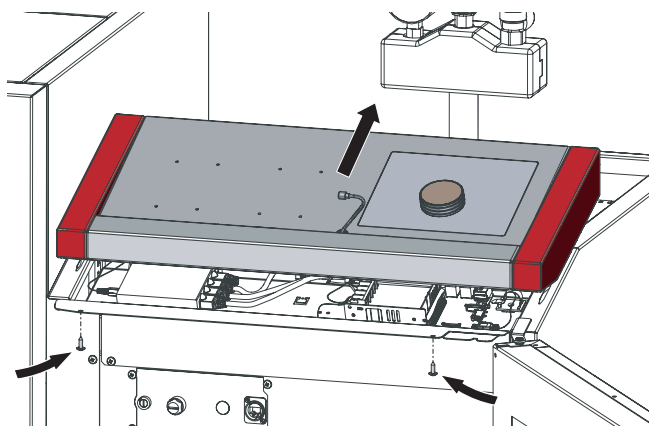
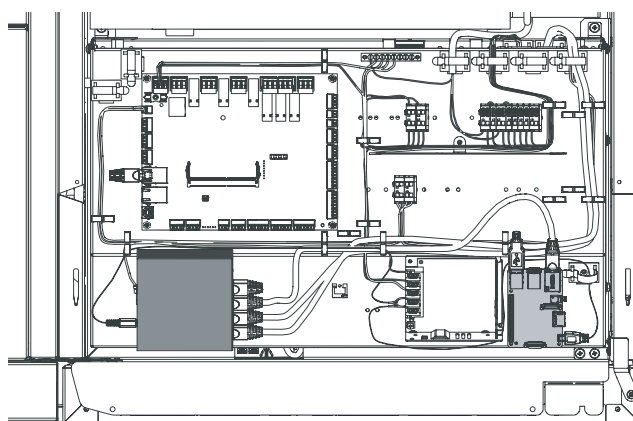
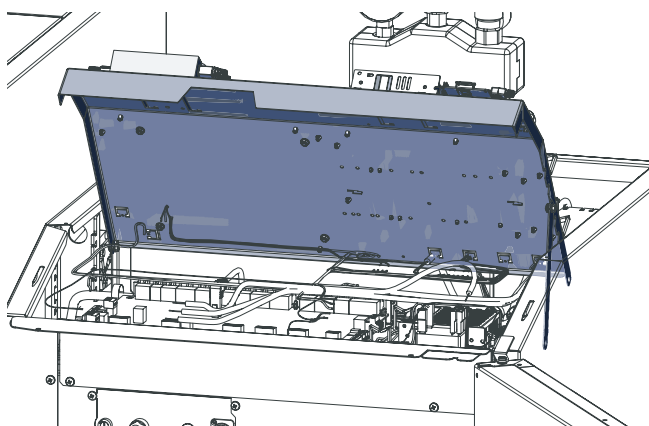

Fig. 34 Rimuovere 2 viti e far scorrere il pannello di comando inclinandolo all'indietro e sollevarlo
Fig. 35 Switch e Tinkerboard
Fig. 36 Aprire e bloccare il coperchio del quadro di comando
- Rimuovere il pannello di comando togliendo le 2 viti autofilettanti in basso e facendo scorrere il pannello di comando all'indietro inclinandolo e sollevandolo – Fig. 34. Sotto si trova lo switch e la Tinkerboard – Fig. 35.
- Aprire il coperchio del quadro di comando e bloccarlo lateralmente – Fig. 35. Il quadro di comando contiene la scheda madre (scheda bruciatore) – Fig. 36.